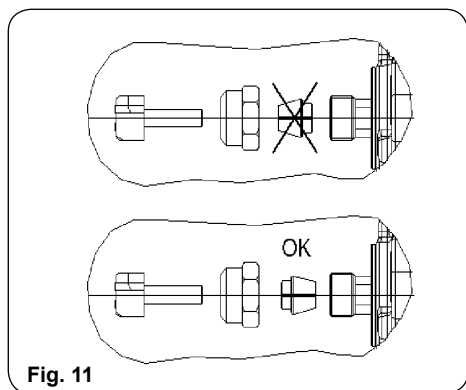

Fig. 11
**Asegúrese de montar la pinza portafresas en la posición correcta, de lo contrario podrían producirse vibraciones o incluso el desprendimiento de la misma de su sujeción (Fig. 11).**